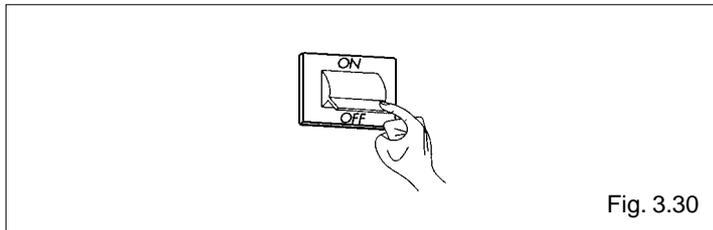

Fig. 3.30
- Antes de empezar el vaciado de la caldera hay que quitar la alimentación eléctrica de la misma poniendo el interruptor general de la instalación y el interruptor del panel de mandos en "apagado" (fig. 3.30)